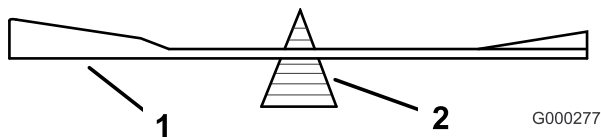
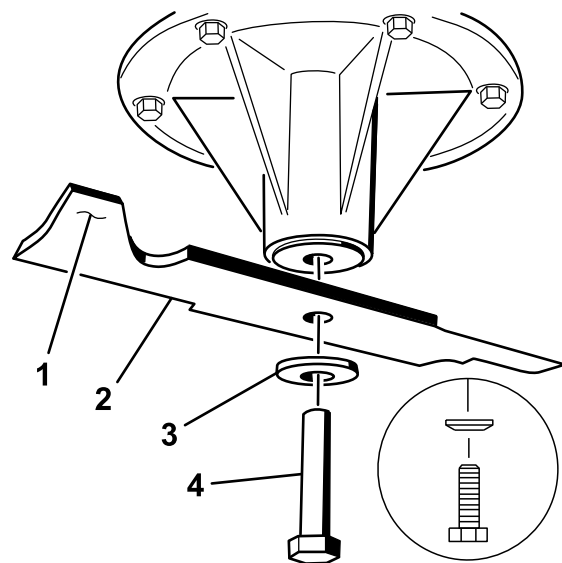

Figura 92
Figura 93
2. Verifique el equilibrio de la cuchilla colocándola sobre un equilibrador de cuchillas (Figura 92). Si la cuchilla se mantiene horizontal, está equilibrada y puede utilizarse. Si la cuchilla no está equilibrada, rebaje algo el metal en la parte de la vela solamente (Figura 93). Repita este procedimiento hasta que la cuchilla esté equilibrada.
1. Instale las cuchillas izquierda y central, las arandelas curvas y los pernos de las cuchillas en los ejes (Figura 93 y Figura 94).
Nota: Asegúrese de que el cono de la arandela curva está orientado hacia la cabeza del perno (Figura 93).
2. Instale la cuchilla derecha, la arandela curva y el perno de la cuchilla (perno con rosca a izquierdas) en el eje (Figura 93 y Figura 94).